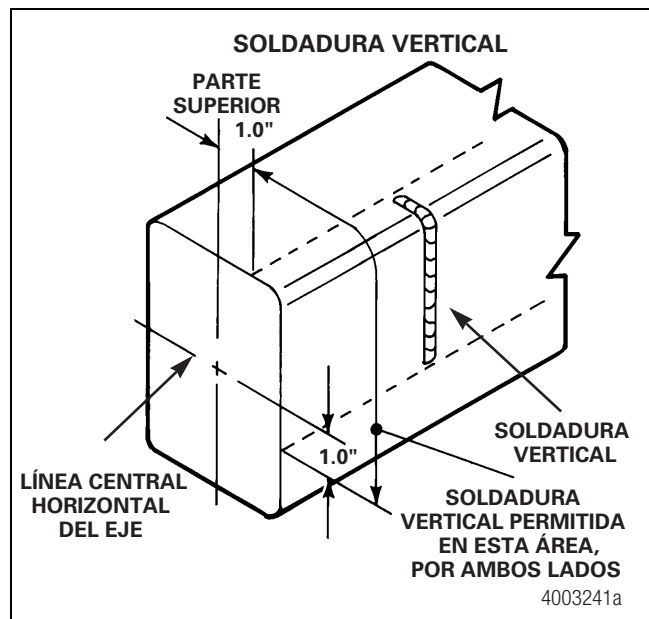

Figura 7.14
- No se permite soldar verticalmente en más de una pulgada (25.4 mm) por debajo de la línea horizontal central del eje. Figura 7.14.